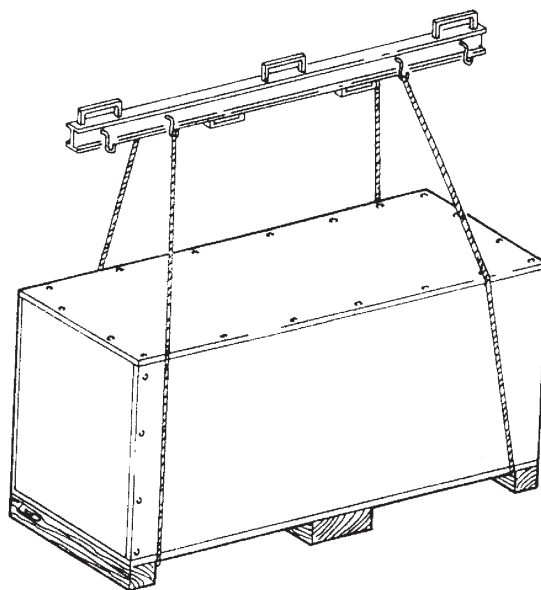

Fig. 5
- Le operazioni di sollevamento debbono essere eseguite come da fig. 5.
- Sollevare con cautela adoperando adeguati mezzi di sostegno del carico in perfetta efficienza. Utilizzando gli appositi punti di aggancio come indicato in fig. 5.
- Lifting must be carried out as shown in fig. 5.
- lift with care, using suitable means for supporting the load, operating properly and use the specific hooking points as shown in fig. 5.
- Beim Anheben wie in Abb. 5 dargestellt vorgehen.
- Vorsichtig anheben, die Last ordnungsgemäß mit geeigneten und funktionstüchtigen Hilfsmitteln stützen. Dabei die in Abb. 5 angegebenen Einhakungspunkte berücksichtigen.
- Les opérations de levage doivent être réalisées comme indiqué à la Fig. 5.
- Soulever avec attention: utiliser des moyens de support de la charge parfaitement efficaces et se servir des points d'attelage comme indiqué à la fig. 5.
- Las operaciones de elevación tienen que realizarse como indica la fig. 5.
- Elevar con cuidado, utilizando los medios de soporte de la carga adecuados y en perfecto estado y los correspondientes puntos de enganche como se ilustra en la fig. 5.